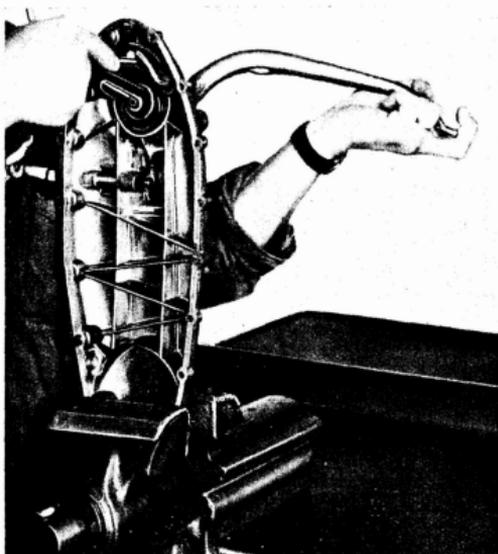

Fig. 3
- 7** Desmontar el árbol de arranque: colocar en el tornillo de banco la tapa del carter, girar el pedal de arranque hasta el final de su recorrido y, manteniéndolo en esta posición, desmontar la leva (llave de 10). Véase fig. 3. Quitar el anillo Seeger de sujeción del pedal, desatornillar el bulón de sujeción (llave de 11) y sacar el pedal lo suficiente para que pueda girar libre de su sujeción, quedando siempre alojado sobre el árbol de arranque.